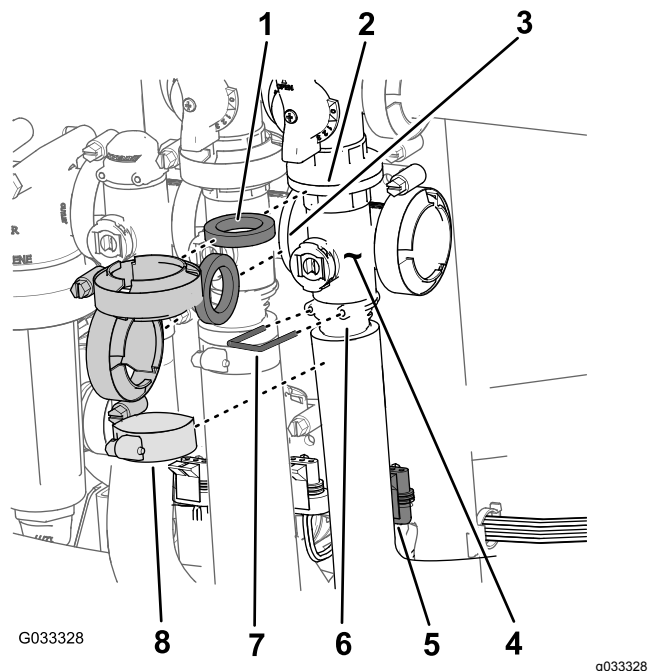

Рисунок 66
1. Снимите хомуты и прокладки крепления коллектора главного клапана секций (Рисунок 66) к главному клапану перепуска секций, клапану перемешивания и главному коллекторному клапану секций (на конце шланга расходомера).
2. Снимите держатель, который крепит выпускной штуцер к коллектору главного клапана секций (Рисунок 66).